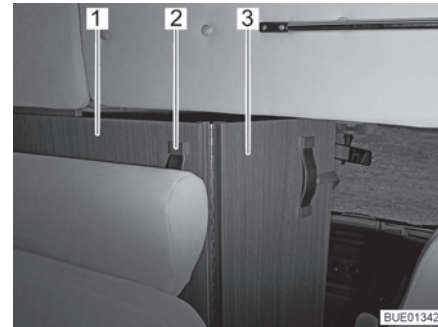

Fig. 52 Séparation pour la cabine de conduite
- Saisir le ruban-poignée (Fig. 52,2) de la séparation pour la cabine de conduite (Fig. 52,1) et la tirer vers l'intérieur jusqu'à ce que le bord de la séparation se trouve approximativement à hauteur du dossier de la banquette (Fig. 52).
- Déplier la partie rabattable de la séparation pour la cabine de conduite (Fig. 52,3) entre les sièges de la cabine de conduite.